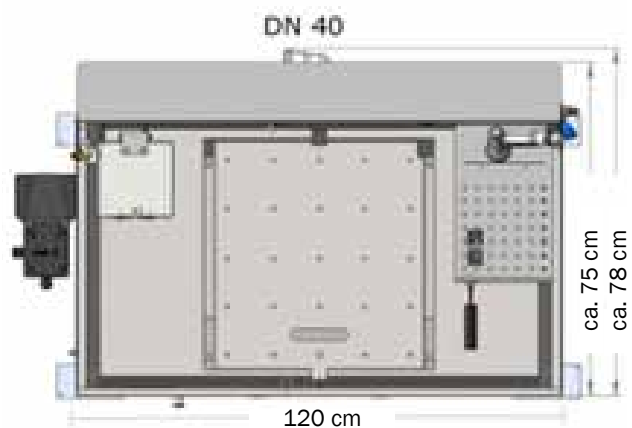

Abb. 2
- Reinigung der Werkzeuge an der Pinselreinigungsstation (8) Abb. 2, 7